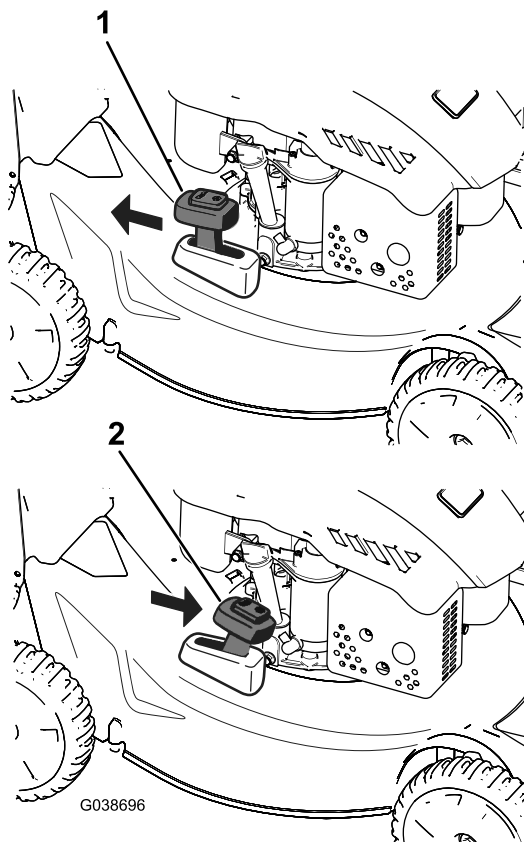

Рисунок 18
Для утилизации скошенной травы переведите рычаг включения сбора в травосборник в положение RECYCLING (Утилизация) (Рисунок 18).
2. Установите травосборник (см. раздел Установка травосборника \(страница 14\)) и переведите рычаг включения сбора в травосборник в положение BAGGING (СБОР В ТРАВОСБОРНИК), как показано на Рисунок 18.
Примечание: Если травосборник находится на машине, снимите его, прежде чем осуществлять задний выброс скошенной травы; см. раздел Демонтаж травосборника \(страница 14\). Рычаг включения сбора травы в травосборник должен быть в положении режима СБОР В ТРАВΟΣБОРНИК, как показано на Рисунок 18.